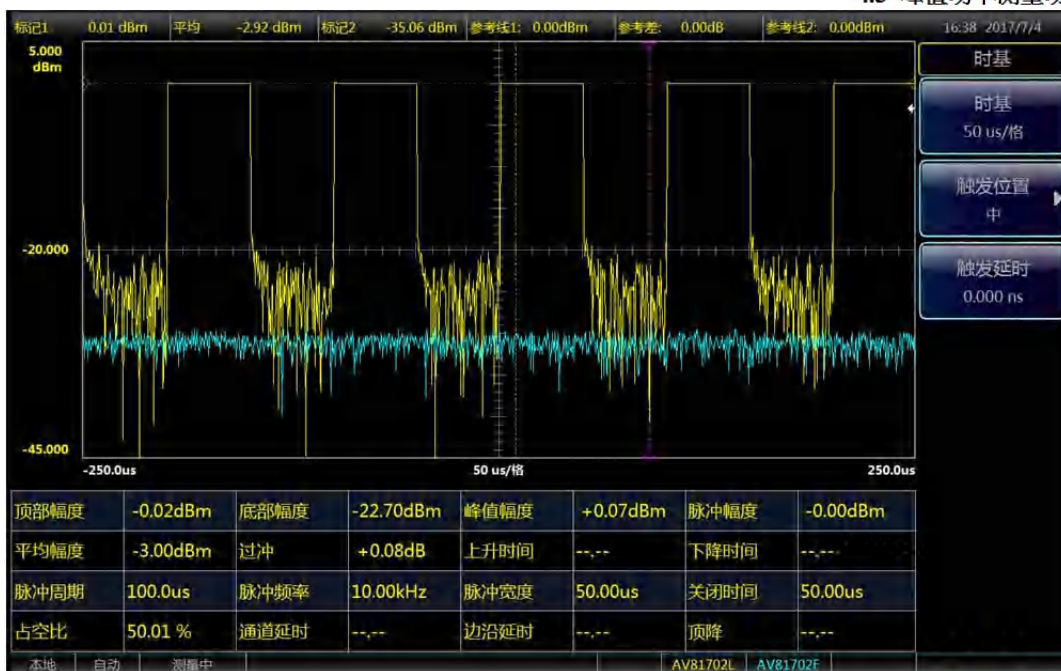

图 4.2 多个周期自动测量功率参数
- 设置【时基】> [触发位置]> [中]，【时基】> [时基]> [50us/格]，如图 4.2 所示，得到多个周期脉冲信号的自动测量功率参数；